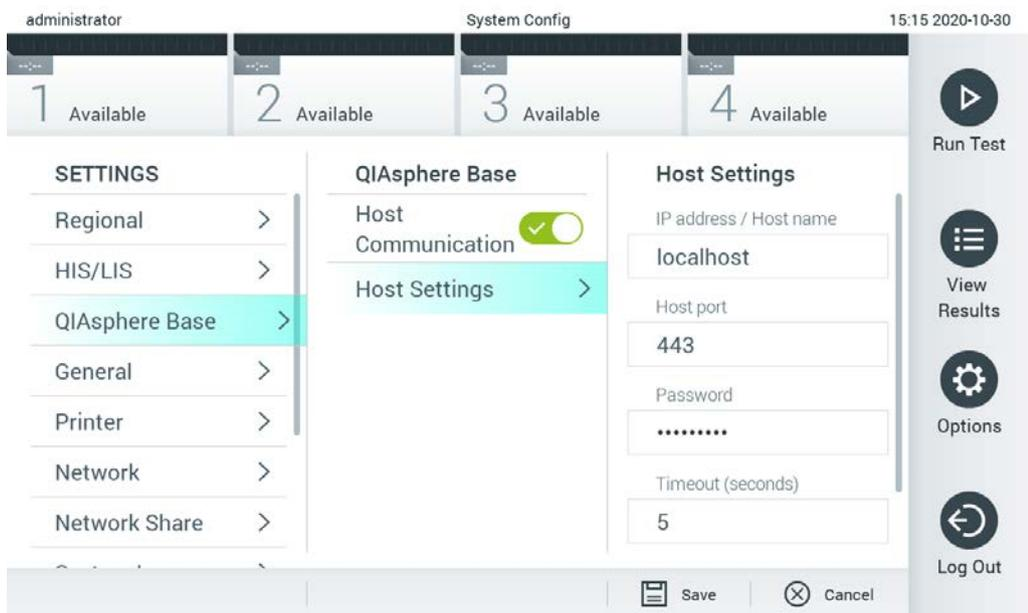

Figura 72. Configuración de la conexión con QIASphere Base.
2. Seleccione QIASphere Base de la lista de ajustes en la columna izquierda (figura 72).